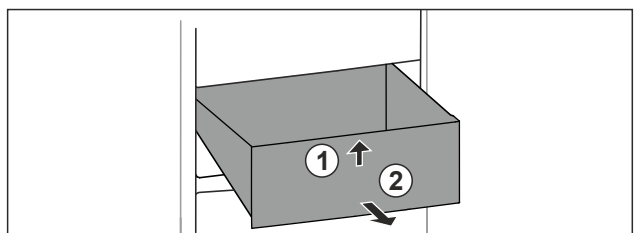

Fig. 72
- ▶ Levantar el cajón por delante. Fig. 72 (1)
- ▶ Extraer el cajón hacia delante. Fig. 72 (2)